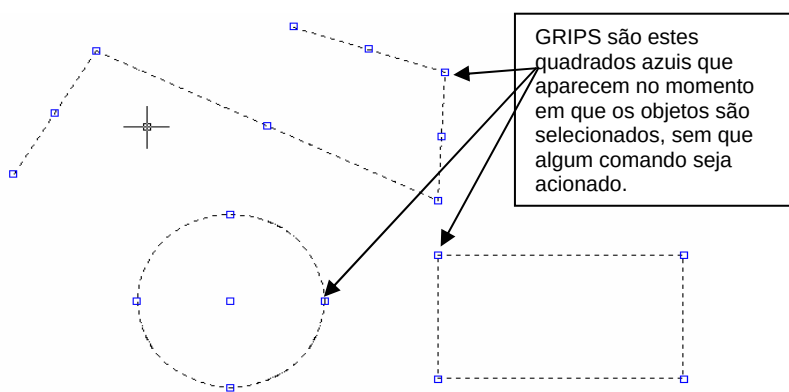

Figura 4.6 – Objetos selecionados mostrando os GRIPS
GRIPS são pequenos quadrados que aparecem em posições definidas nos objetos no momento que um objeto é selecionado sem que haja um comando acionado (figura 4.6). O uso dos GRIPS facilita a utilização de determinados comandos, visto que as ações são realizadas com o auxílio do mouse diretamente sobre os GRIPS selecionados. Os comandos possíveis de serem executados com auxílio dos GRIPS são COPY, MIRROR, MOVE, ROTATE, SCALE e STRETCH.
1. Para exemplificar, desenhe na área de trabalho os objetos apresentados na figura 4.6 acima.